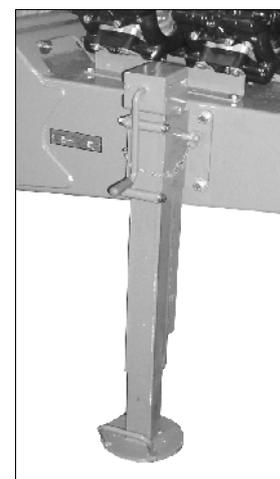

Fig. 42
- Béquille descendue (Fig. 42) lorsque la machine est dételée.